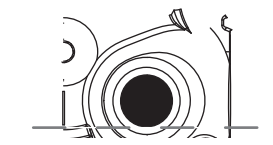
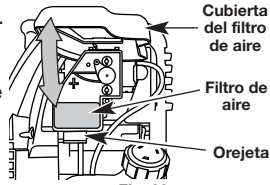

Fig. 24
Fig. 29
- La mirada en el petróleo llena hoyo, utiliza una linterna si necesitado. El petróleo debe estar tocando apenas las interiores la mayoría de los hilos (Fig. 24).
- Si el nivel de aceite no está tocando la rosca más interior del agujero de llenar aceite, añada una pequeña cantidad al agujero de llenar aceite y vuelva a comprobar (Fig. 24). Repita este procedimiento hasta que el nivel de aceite alcance la rosca más interna del agujero de llenar aceite.
**NOTA:** Use la botella y la boquilla que guardó del uso inicial para medir la cantidad correcta. El nivel de 90 ml (3,04 onzas) está aproximadamente en la parte superior de la etiqueta de la botella (Fig. 29). Mida el nivel con la varilla de medición. Si el nivel está bajo, agregue una pequeña cantidad de aceite y vuelva a medir (Fig. 24). No lo llene demasiado.
- Abra la tapa del filtro de aire. Empuje hacia adentro la lengüeta que está en lado inferior de la tapa. Después hale hacia afuera y arriba la tapa del filtro de aire. (Fig. 29).
- Instale de nuevo la tapa del filtro de aire. Haga coincidir las ranuras que hay en la parte superior de la tapa del filtro de aire con las lengüetas de la parte superior de la placa posterior (Fig. 29).
- Gire la tapa hacia abajo hasta que la lengüeta de la placa posterior del filtro de aire se enganche en la ranura de la tapa del filtro de aire (Fig. 29).